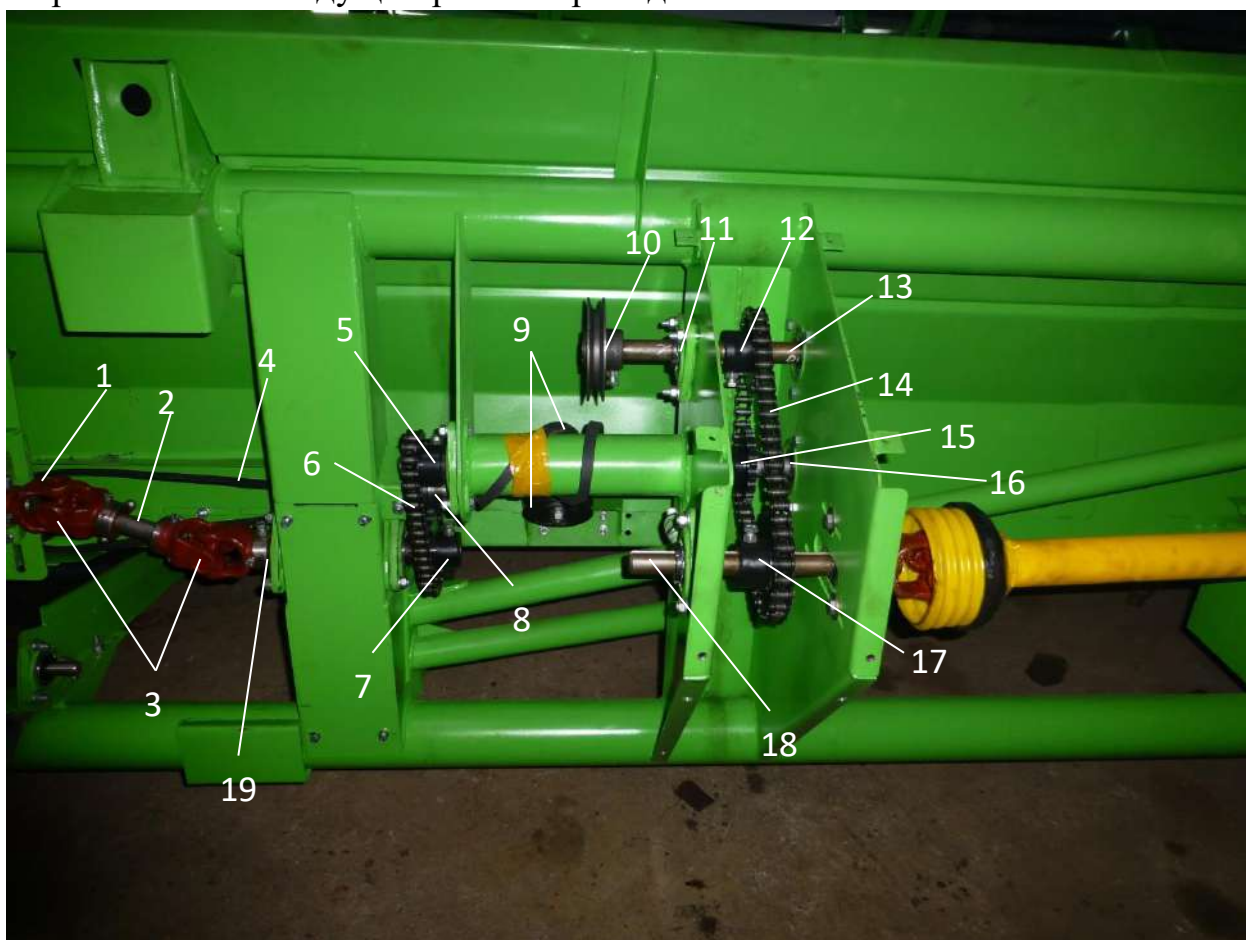

Рис.14 Привод правого транспортёра и битера жатки.
- С ведущей звездочки рис.14 Поз.17, через цепную передачу вращение передается на ведомую звездочку поз.12 и шкив поз.10 закрепленных на одном валу поз.13.
- Снять цепь привода битера жатки рис.14 поз.6